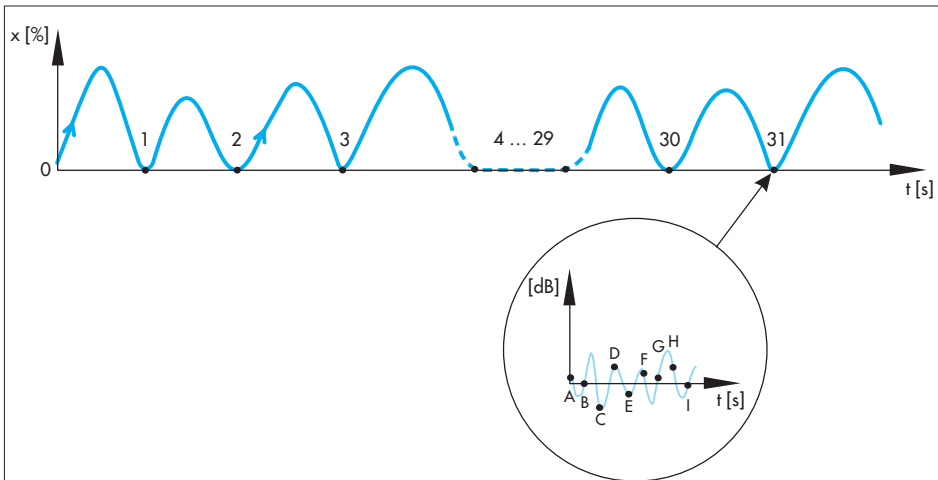

Bild 12 · Dichtschließvorgang und Mittelwertbildung für die Auswertung der Prozessreferenz
- **Sehr schnell:** Der Mittelwert aus dem aktuellen Pegel und den letzten vier Pegeln des aktuellen Dichtschließvorgangs wird für die Überwachung herangezogen (Bild 12: Dichtschließvorgang 31 und Pegel E bis I).
- **Schnell:** Der Mittelwert aller Pegel aus dem aktuellen Dichtschließvorgang wird für die Überwachung herangezogen (Bild 12: Dichtschließvorgang 31 und Pegel A bis I).
- **Langsam:** Der Mittelwert aus den letzten dreißig Pegeln der Kurzzeitbeobachtung (siehe Kapitel 9.2) wird für die Überwachung herangezogen (Bild 12: Dichtschließvorgang 2 bis Dichtschließvorgang 31 mit allen Pegeln).
Kapitel 9.3) wird für die Überwachung herangezogen (Bild 12: Dichtschließvorgang 1 bis Dichtschließvorgang 31 mit allen Pegeln).